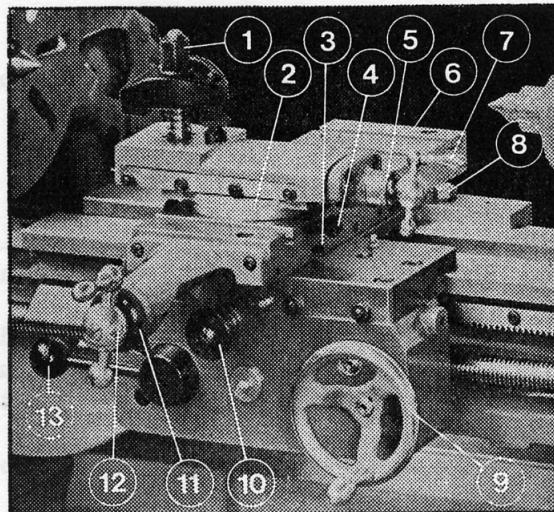

Fig. 39 Commandes de chariot longitudinal
La Fig. 39 donne la terminologie et les positions des organes de commande du chariot longitudinal. Le volant du tablier fait déplacer le chariot longitudinal le long du banc et les poignées à boule du chariot transversal et du chariot supérieur assurent le déplacement alternatif du porte-outil.
Cet ensemble peut être démonté entièrement du chariot transversal en desserant les deux vis à tête carrée, une sur la droite et une sur la gauche du chariot (figure 39, repère 4). Ces deux vis doivent être dévissées d'environ 8 mm. Le chariot supérieur peut alors être sorti du chariot transversal.
Comme pour le mouvement longitudinal, l'inversion du mouvement transversal se fait par le changement de la rotation de la vis mère. L'avance s'engage en tirant le bouton ref. 10 sur Figure 39 d'environ 8 mm. L'embrayage se composant de deux billes glissant sur une pente et s'engageant dans les deux rainures du pignon intermédiaire, il est nécessaire de sentir que l'enclenchement est bien effectué.